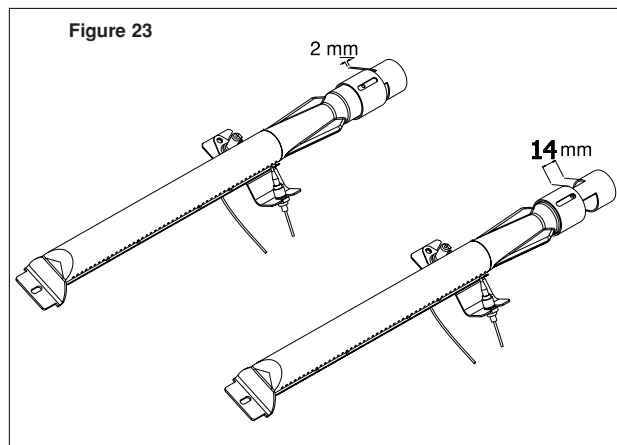

Figure 23
- Dévissez la vis de retenue de la couronne du brûleur. Ajustez l'ouverture de réglage de l'air primaire en glissant la couronne du brûleur sur les distances mentionnées au Tableau 5 pour le fonctionnement avec le type de gaz approprié. Serrez ensuite la vis de retenue sur la couronne du brûleur (Figure 23, Tableau 5).
- Dévissez la vis de retenue de la couronne du brûleur. Ajustez l'ouverture de réglage de l'air primaire en glissant la couronne du brûleur sur les distances mentionnées au Tableau 6 pour utilisation avec le type de gaz approprié. Serrez ensuite la vis de retenue sur la couronne du brûleur (Figure 23, Tableau 5).